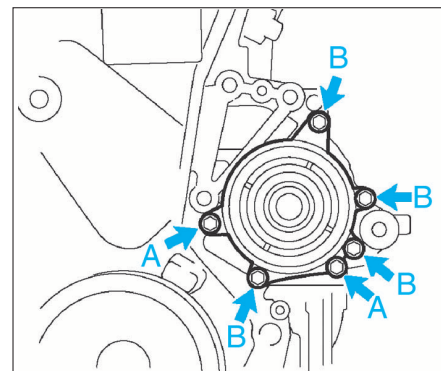

FIG. 50
- Déposer la pompe à eau (6 vis) (fig. 50).
- reposer la pompe à eau et serrer les vis (A) à 0,9 daN.m et les vis (B) à 1,1 daN.m (fig. 50).